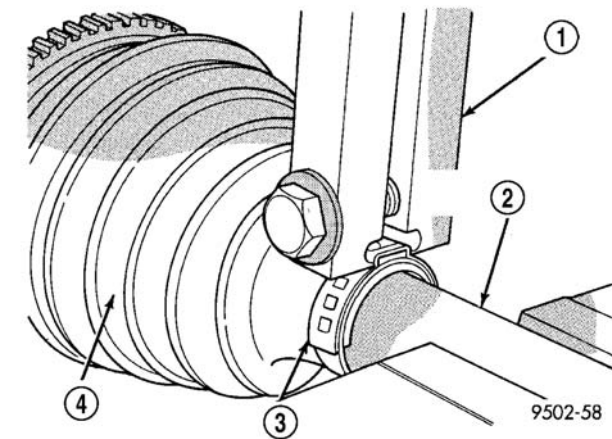

图 31 安装在密封套卡箍上的卷边工具
(5) 把卷边工具 C-4975-A 置于卡箍的桥上（图 31）。